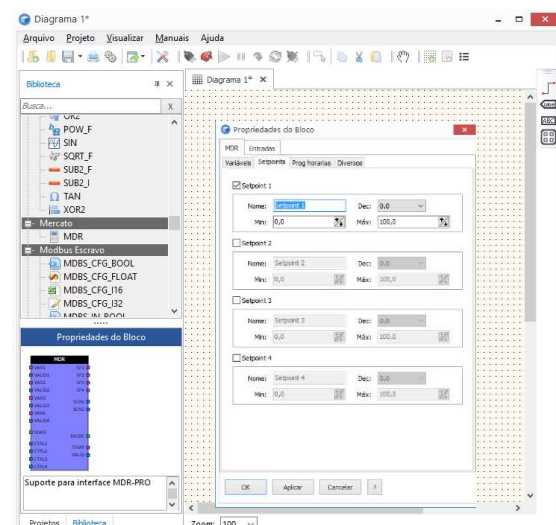

Figura 2
4. Abra as configurações do bloco MDR clicando duas vezes sobre o bloco. Dentro das configurações, na aba Setpoints, marque a caixa do item "Setpoint1" como ativa. Se achar necessário, renomeie o texto(figura 2);